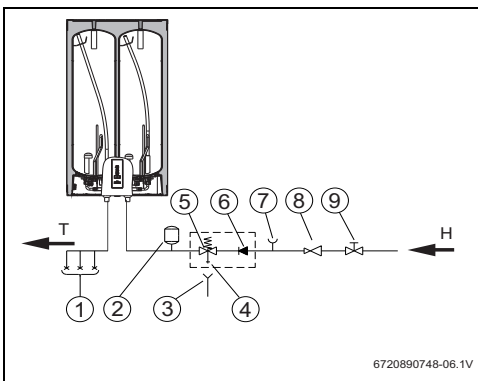

Fig. 7 Sistema cerrado (presurizado)
- En un sistema cerrado y bajo presión (Fig 7) deben usarse llaves de paso mixtas en los puntos de descarga.
- Montar la válvula de seguridad en la conexión de agua fría del acumulador (Fig. 7).
- Instale la válvula de reducción de presión (Fig. 7).